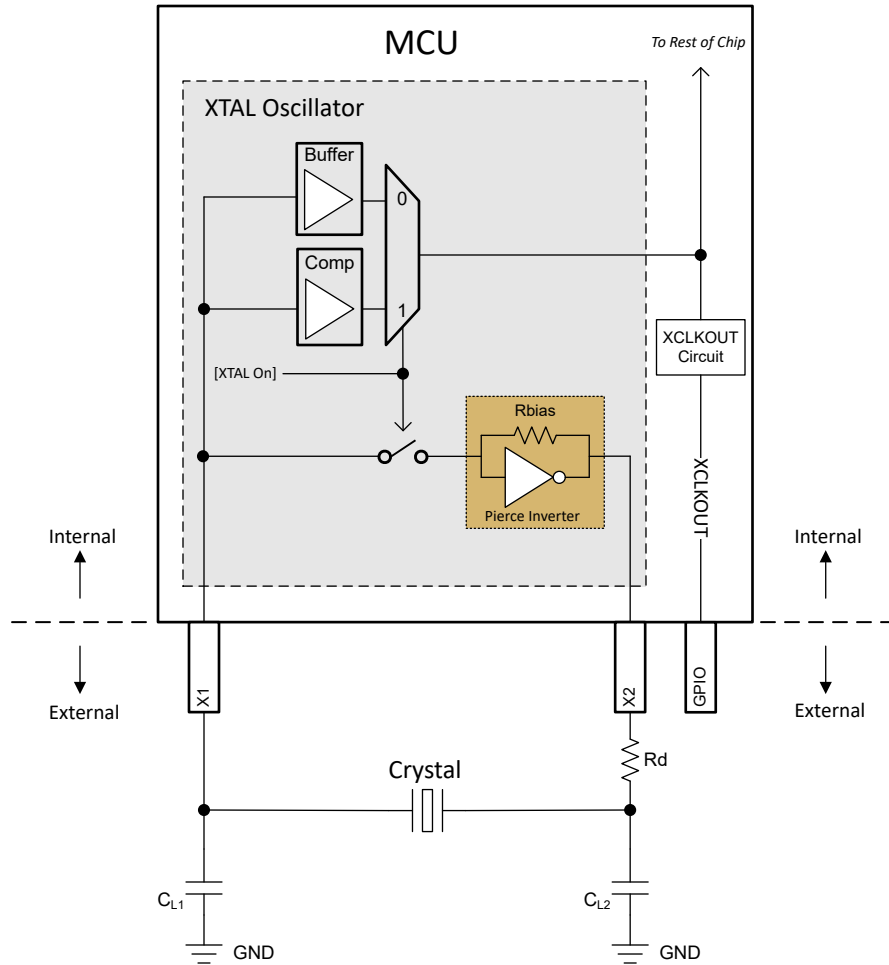

図 6-15. 電気発振回路のブロック図
このデバイスの電気発振回路は、ピアス発振器です。これは正帰還インバータ回路であり、発振するためにはチューニング回路が必要です。この発振器に適合する水晶振動子と組み合わせると、タンク回路が形成されます。このタンク回路は、水晶振動子の基本周波数で発振します。このデバイスでは、発振器は、並列容量 (C0) および必要な負荷容量 (CL) によって、並列共振モードで動作するように設計されています。図 6-15 に、電気発振回路とタンク回路の部品を示します。
図 6-15 によれば、CL1 と CL2 が直列になっているので、水晶振動子から見た等価合計容量を求めるには、静電容量の直列式を適用して、CL1 = CL2 の場合、単純に [CL1]/2 と計算する必要があります。